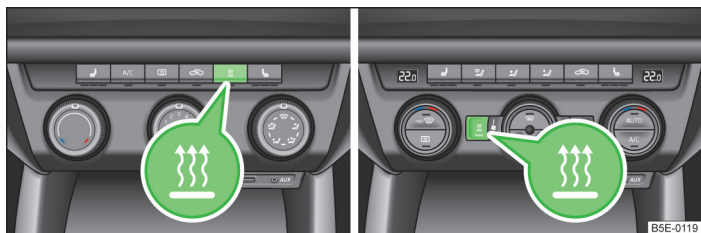

Fig. 110 Tasta pentru activarea/dezactivarea directă de pe elementul de comandă al sistemului de aer condiționat / Climatronic
- ☰** cu tasta de pe unitatea de comandă pentru instalația de climatizare manuală / Climatronic. Lampa de control din tastă se aprinde » fig. 110;
- ☰** cu tasta de pe unitatea de comandă pentru instalația de climatizare manuală / Climatronic. Lampa de control din tastă se stinge » fig. 110;